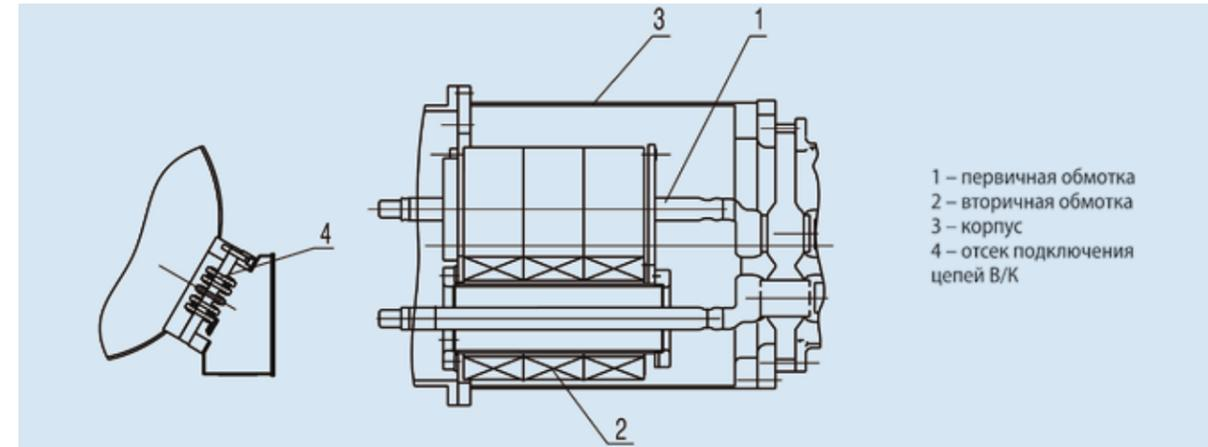

Рис. 3.7 Трансформатор тока
3.4 Трансформатор тока (см. рис. 3.7)